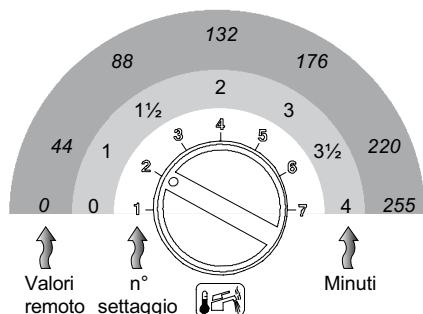

Figura 5.73
Per visualizzare il settaggio impostato tenere premuto il pulsante di ripristino 6 in Figura 5.71 per circa 5 secondi. Le spie di segnalazione 3 lampeggeranno un numero di volte pari al settaggio (Figura 5.73).
- Per cambiare il settaggio ruotare la manopola regolazione temperatura sanitari 4 e posizionarla sul tempo prescelto Figura 5.73 (nella figura es. manopola settata per postcircolazione di un minuto), la lampada di segnalazione blocco 7 lampeggia velocemente.